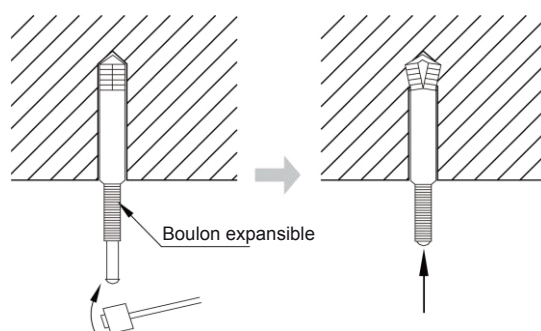

Fig 4.1.5
- 2) Insérer le boulon expansible M10 dans l'orifice, puis enfoncez le clou dans le boulon, comme indiqué sur la fig. 4.1.5.